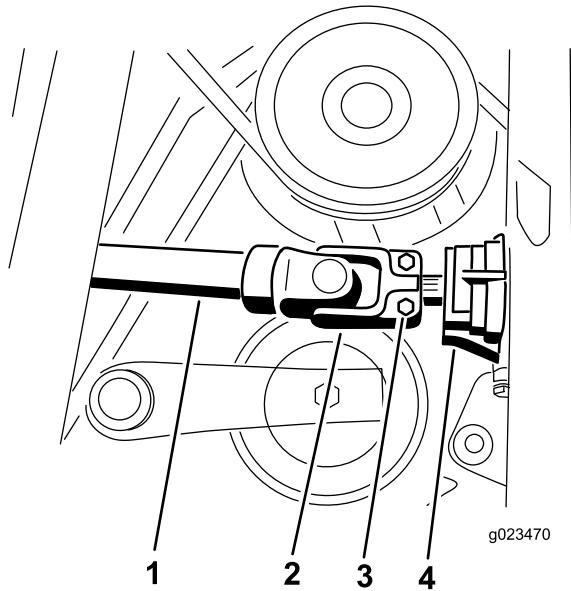

Figure 10
8. Glissez l'arbre d'entraînement sur l'arbre de la boîte d'engrenage (Figure 10).